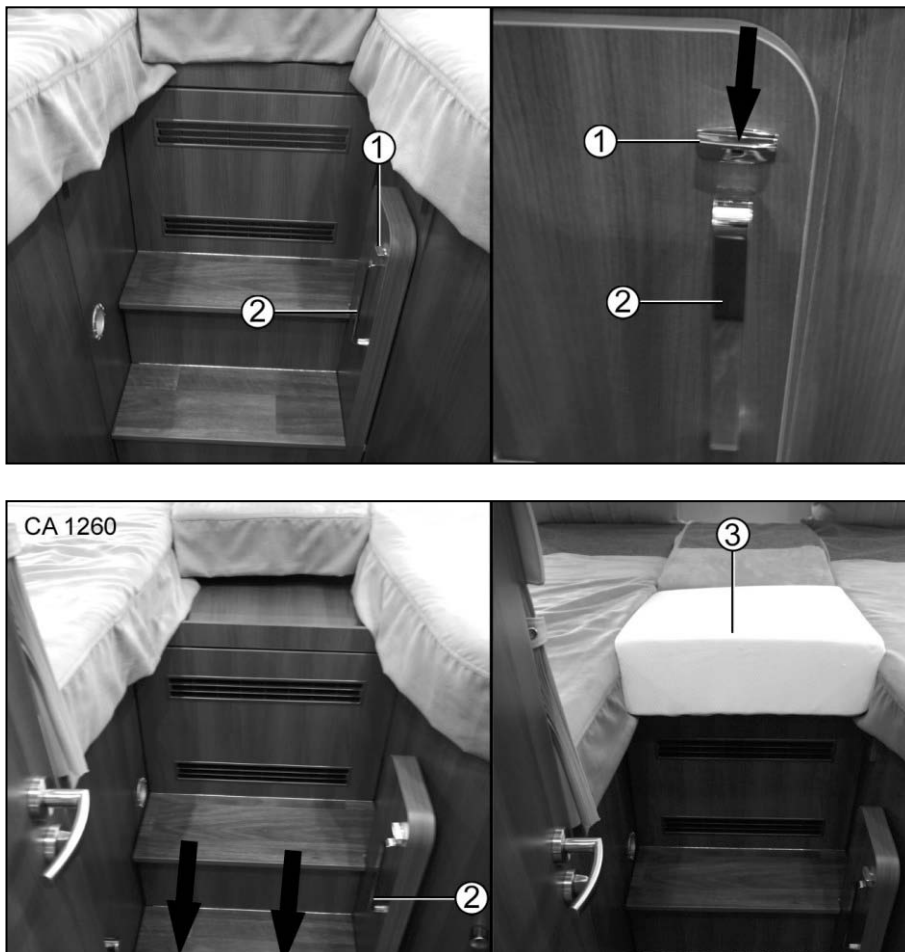

Fig. 75 Transformation du lit
1. Actionner l'interrupteur (Fig. 75/1).
2. Tirer la marche avec la poignée (Fig. 75/2) en direction de la cabine jusqu'à ce qu'elle encliquette.
3. Placer un coussin d'appoint (Fig. 75/3) sur la surface libre.